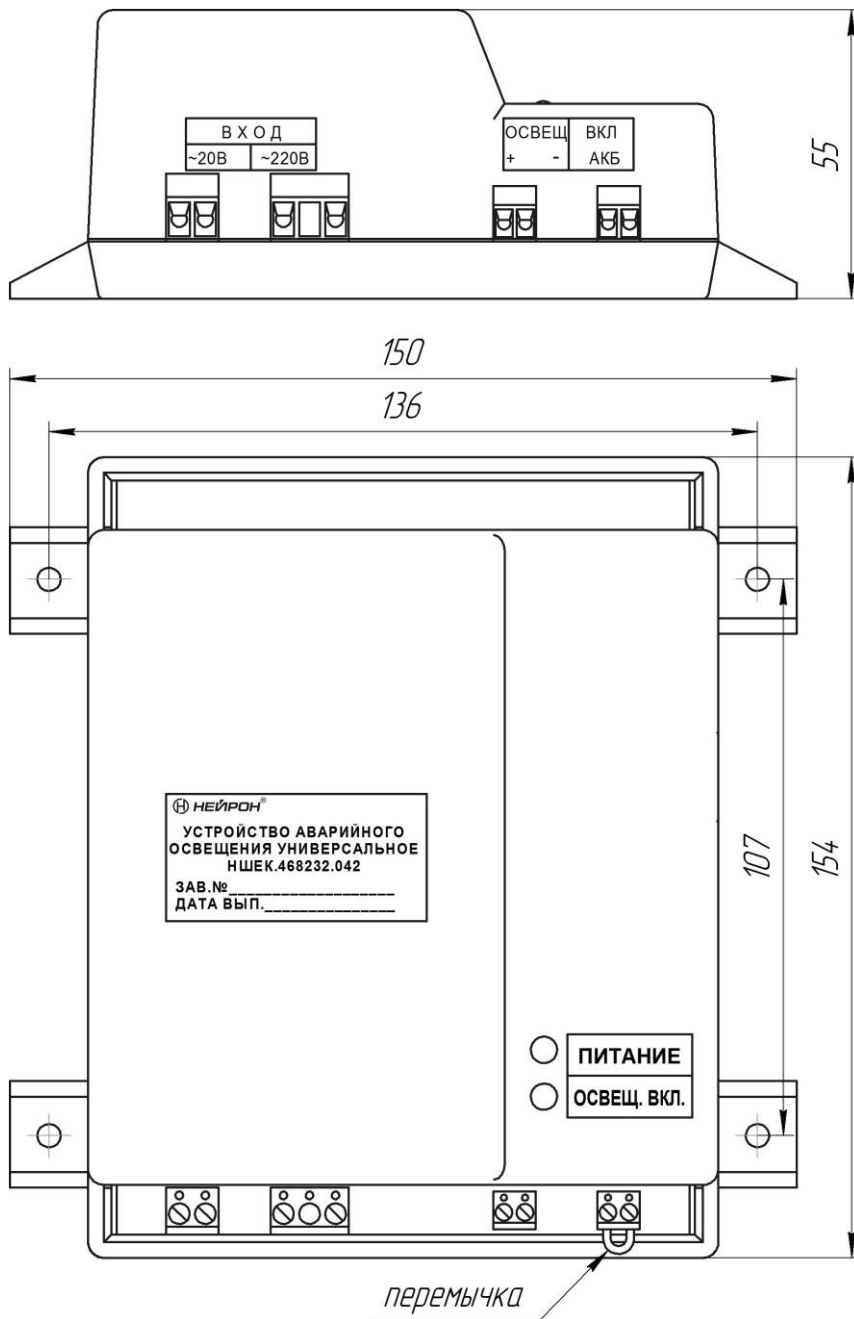

Рис.1. Габаритные и установочные размеры.
4.1 Установочные размеры и назначение колодок устройства показаны на рис.1.
4.3 Включить аккумулятор – установить перемычку в разъем «ВКЛ АКБ» (см. рис.1).